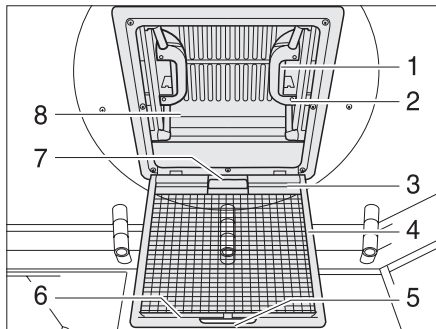

Fig. 32 Oblò a scatto
- ▶ Tirare la maniglia (Fig. 32,5).
- ▶ Ribaltare la protezione contro gli insetti (Fig. 32,4) verso il basso.
- ▶ Premere la chiusura a scatto (Fig. 32,1) verso l'interno dell'oblò (Fig. 32,8).
- ▶ Premere contemporaneamente verso l'alto l'oblò con la maniglia (Fig. 32,2).
- ▶ Spingere la protezione contro gli insetti (Fig. 32,4) verso l'alto finché non si innesta.
- ▶ Tirare con forza verso il basso le due maniglie (Fig. 32,2) dell'oblò (Fig. 32,8), fino a quando non scattano (Fig. 32,1) entrambe le chiusure.
- ▶ Tirare l'oscurante a rullo per la maniglia (Fig. 32,7) e agganciare il listello porta-ganci (Fig. 32,3) nel listello di supporto (Fig. 32,6) sulla protezione contro gli insetti.
- ▶ Staccare il listello porta-ganci (Fig. 32,3) dal listello di supporto (Fig. 32,6) e ricondurre lentamente in posizione l'oscurante a rullo.